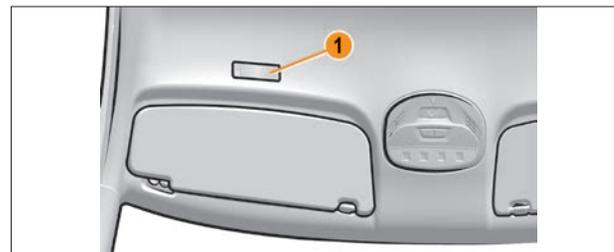

Рис. 2. Микрофон MMC
**2.3.** Ниже приведено описание особенностей управления автомобилем с автоматической (АКП) коробкой передач и левым расположением органов управления (см. рис. 2), которые необходимо учитывать при эксплуатации автомобиля согласно требованиям основного РЭ автомобиля:
Перед солнцезащитным козырьком водителя расположен микрофон 1 MMC (рис. 2).